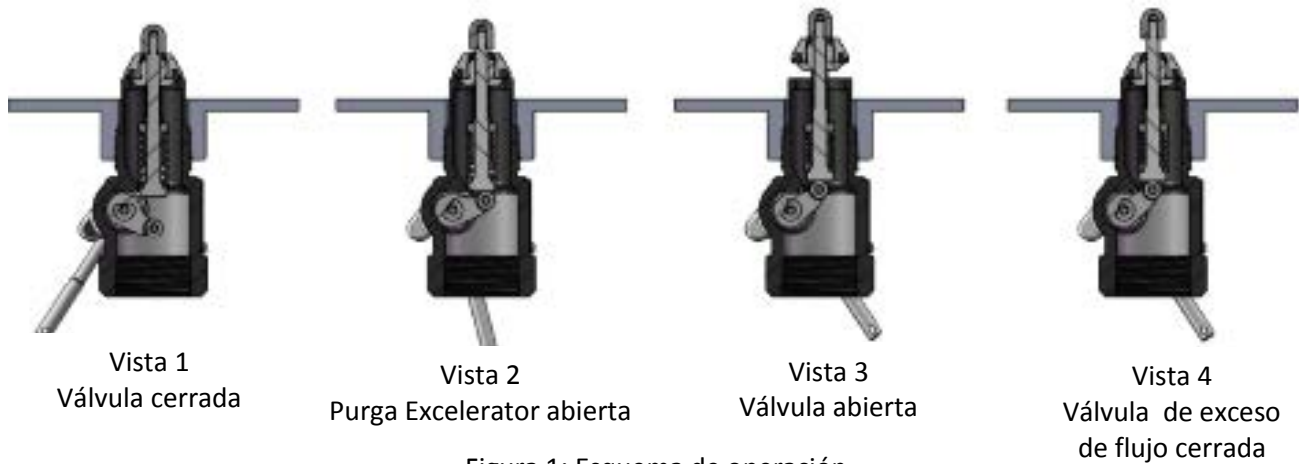

Figura 1: Esquema de operación
Consulte el diagrama de operación (Figura 1, Vista 1). La válvula se mantiene cerrada tanto por la presión del tanque como por el resorte de cierre de la válvula. No hay fugas más allá de las juntas en el cabezal a la salida de la válvula en esta posición.
La válvula se abre moviendo la palanca de operación hasta aproximadamente el punto medio en su carrera de 70° (Figura 1, Vista 2). Esto permite que la leva coloque la parte de eculización rápida del vástago de válvula en la abertura del piloto, lo que permite que una mayor cantidad de producto purgue aguas abajo que si la palanca de operación se moviera a la posición totalmente abierta.
Cuando las presiones del tanque y aguas abajo se han igualado en la posición de purga, (después de unos segundos), el resorte de exceso de flujo abre el cabezal principal de la válvula (Figura 1, Vista 3) y la palanca de operación se puede mover a la posición totalmente abierta.
Una vez que el cabezal principal de la válvula se abre, un volumen mayor que el de diseño del resorte de exceso de flujo de la válvula o un aumento suficiente de flujo, fuerza el cierre del cabezal principal de la válvula contra el resorte de exceso de flujo (Figura 1, Vista 4). La válvula piloto permite que una pequeña cantidad de producto purgue, pero mucho menos que (Figura 1, Vista 2) donde la porción de equalización rápida del vástago se coloca en la abertura piloto. Cuando la palanca de operación se mueve a la posición cerrada, la válvula se cierra completamente y sella herméticamente (Figura 1, Vista 1).
3. Mueva la palanca a la posición de medio abierta (equalización rápida) (Esquema de operación Figura 1, Vista # 2) para igualar la presión. Cuando el cabezal principal de la válvula hace clic y se abre, mueva la palanca de operación a la posición totalmente abierta.